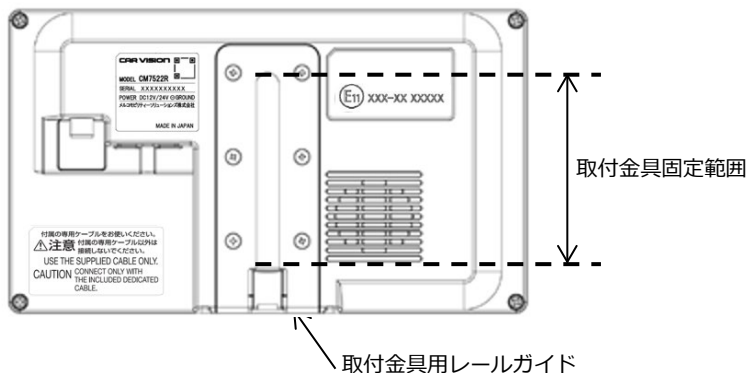

図6
- ③フタを閉じてください。閉じる際は、カチッと音がするまで確実に閉じてください。(図6)
- ④正常に動作することを確認後に、モニターを使用してください。